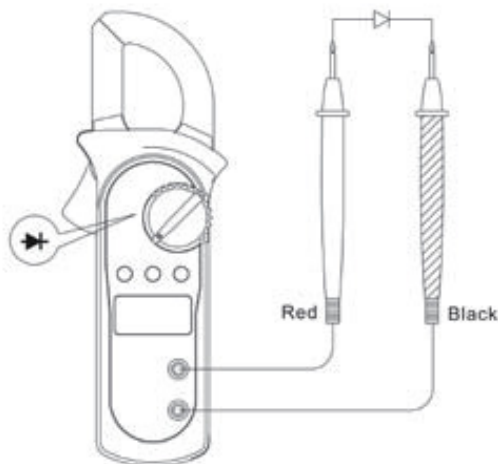

Рис.6
D. Проверка диодов (см. рис. 6)